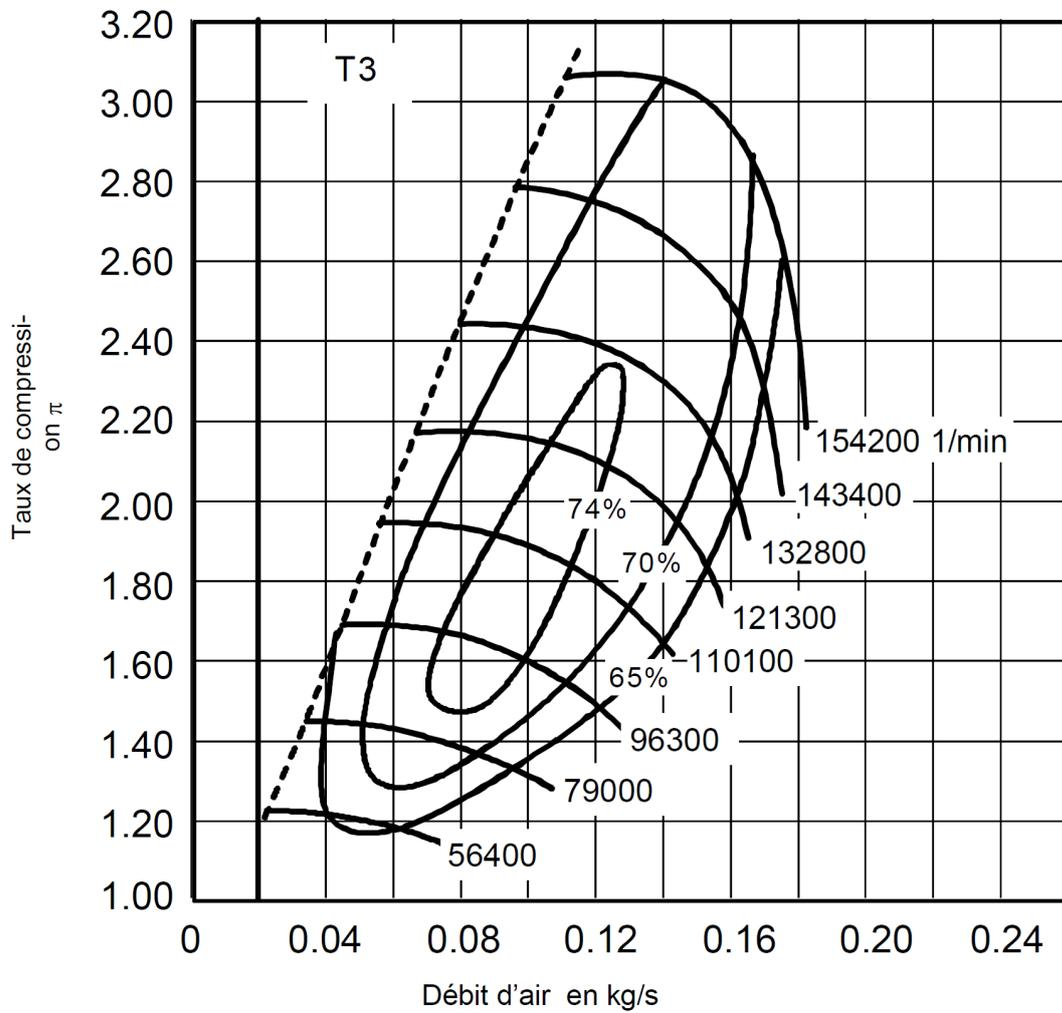

FIGURE 4 – Champ compresseur
2. Positionner le point compresseur sur le champ compresseur (Fig. 4). Commenter.